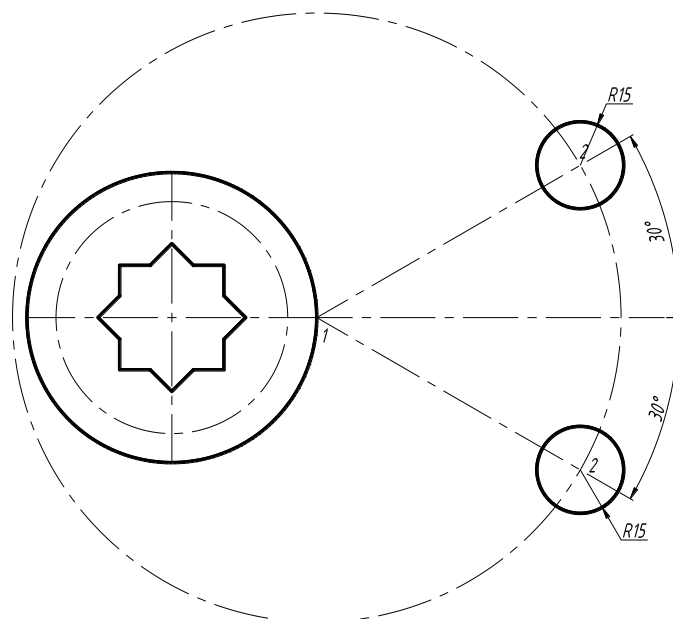

Рис. 3.5
10. Постройте оси, согласно рис.3.5, используя команду «Повернуть». Поверните осевую линию в точке I , создав копии объектов при повороте. Угол поворота « 30° », затем « -30° ».
11. Выберите слой «Основные», в точках 2 вычертите окружности $R 15$ мм (рис.3.5)